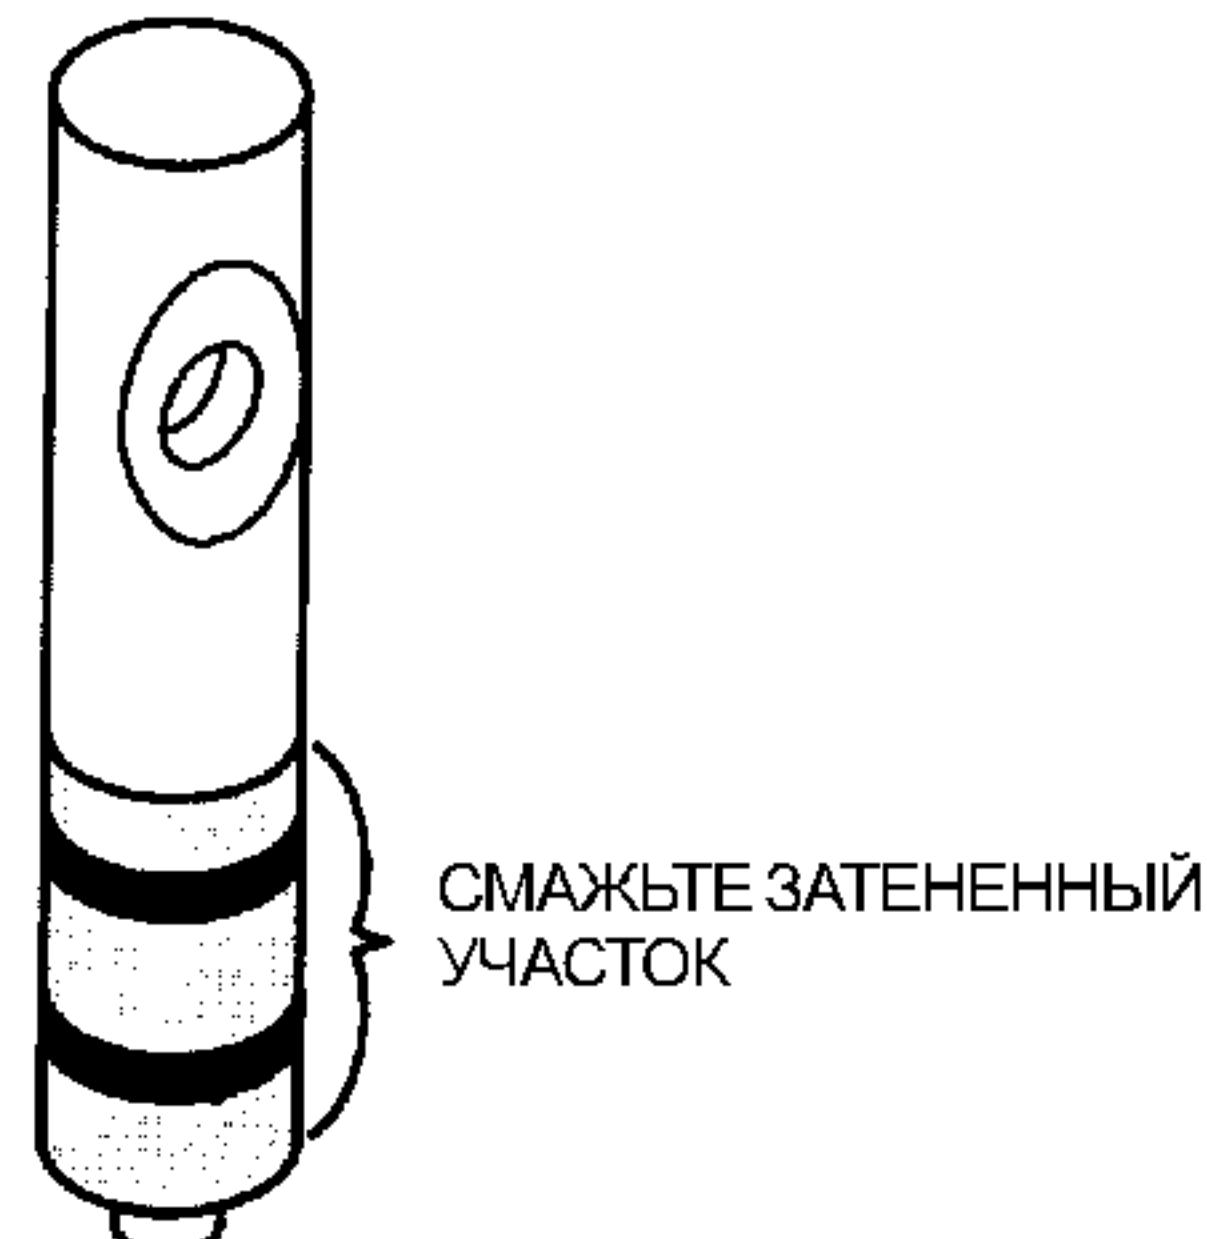

Рис. 18. Смазка плунжера крана
- а. Установите два кольцевых уплотнения на плунжер крана, накатив их на плунжер. Разместите кольцевые уплотнения в канавках так, чтобы они не скручивались. Нанесите смазку в канавки и на боковую поверхность узла плунжера (рис. 18).